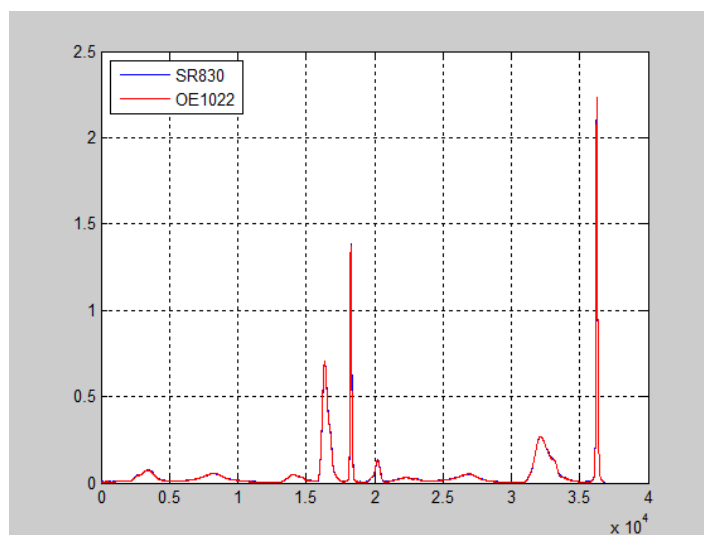

图102. 两台锁放测得的光谱曲线对照图
5. 将 OE2031 替换为 SR830，在相同的参数设置下进行同样的光谱测量实验，得到的光谱曲线对照图 102 如下：